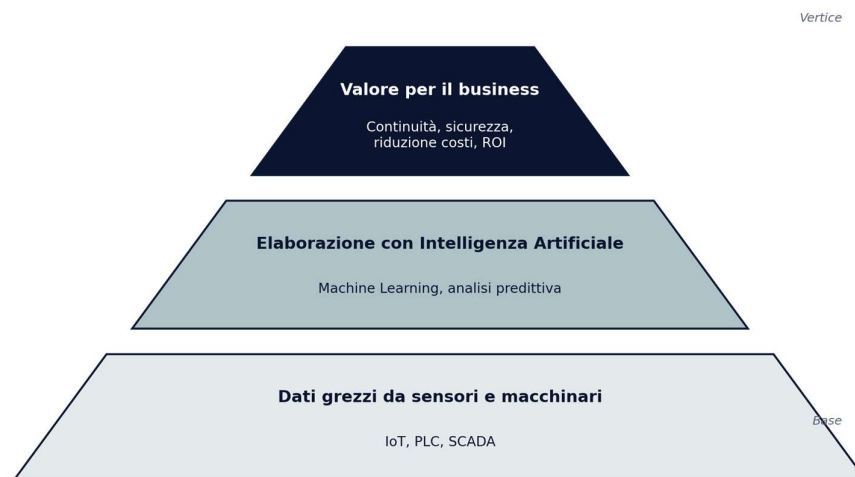

Figura 1 — La piramide dell'Industria Intelligente: dai dati grezzi al valore di business
- Figura 1 — La piramide dell'Industria Intelligente: dai dati grezzi al valore di business